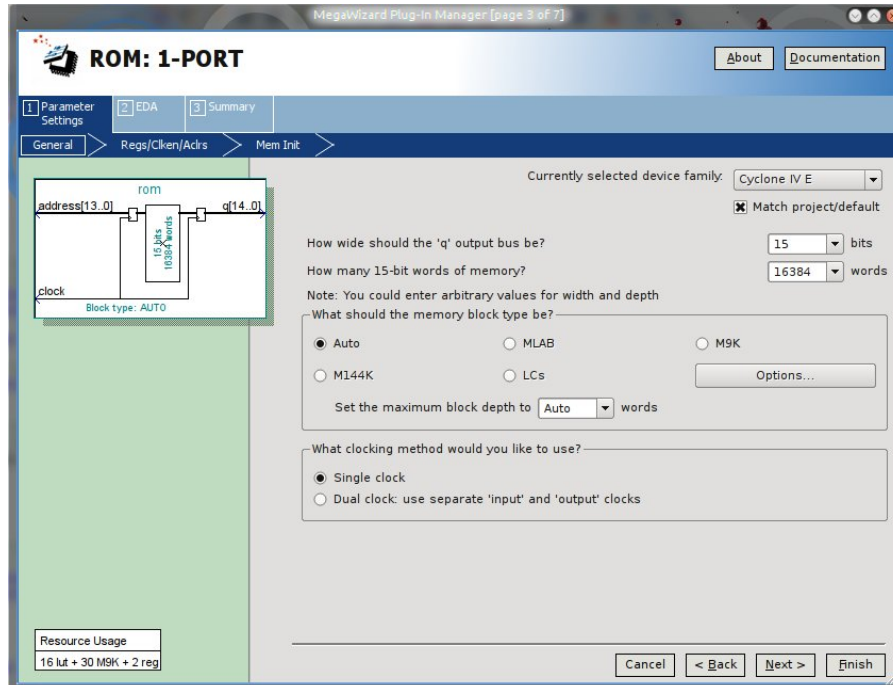

Figura 4.6: ROM 1-Port - Address & Data configuration
- Configurare la rom come in figura 4.6.